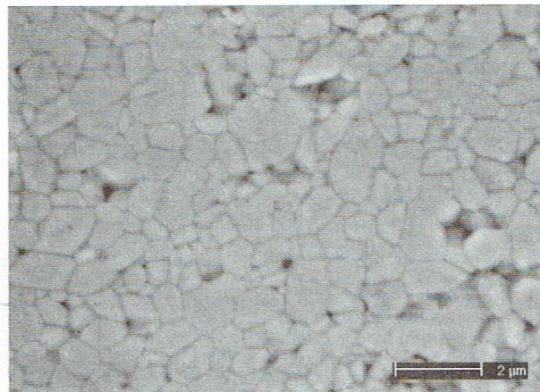

Figura 4-25 Microestructura de una cerámica de alúmina. (Cortesía de Richard McAfee y el Dr. Ian Nettleship.)
- 4-56 La alúmina es el material cerámico que más se usa. Determine el número ASTM de tamaño de grano para la muestra de alúmina policristalina que se muestra en la figura 4-25.